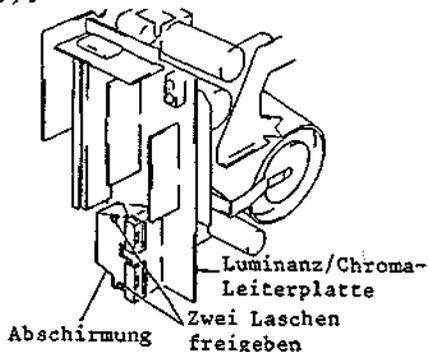
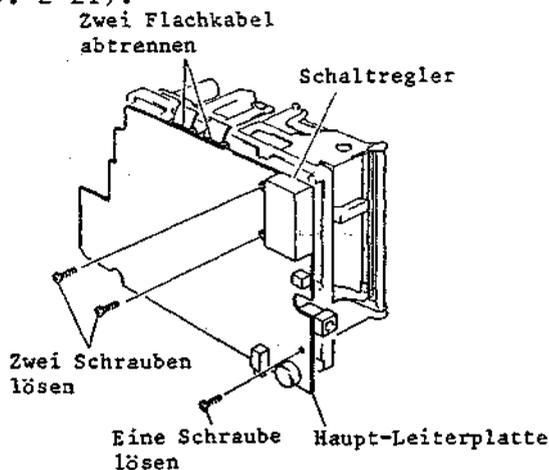
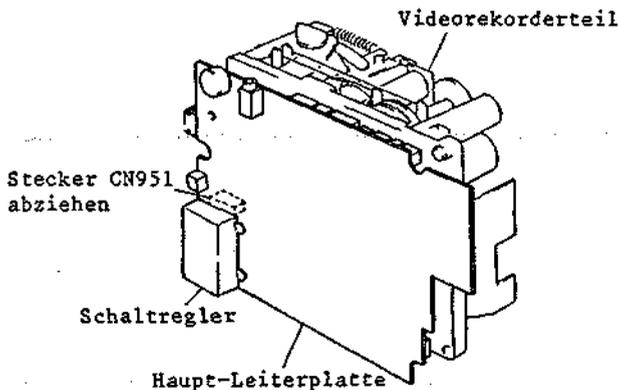

Abb. 2-16 Ausbau der Luminanz/Chroma-Leiterplatte
Abb. 2-20 Ausbau der Haupt-Leiterplatte und des Schaltreglers
Abb. 2-21 Ausbau der Haupt-Leiterplatte und des Schaltreglers
- 2-3 Ausbau der Luminanz/Chroma-Leiterplatte (Abb. 2-16, 2-17, 2-18)
4. Zwei (2) Laschen freigeben und die Abschirmung der Luminanz/Chroma-Leiterplatte abnehmen (siehe Abb. 2-16).
4. Die Luminanz/Chroma-Leiterplatte ausbauen (siehe Abb. 2-16, 2-17, 2-18).
5. Fünf (5) Stecker (CN415, CN416, CN603, CN903, CN2) abziehen.
6. Zwei (2) Flachkabel (CN551, CN901) abtrennen (siehe Abb. 2-20).
7. Eine (1) Befestigungsschraube der Haupt-Leiterplatte lösen.
8. Zwei (2) Befestigungsschrauben des Schaltreglers entfernen.
9. Den Stecker CN951 abziehen (siehe Abb. 2-21).